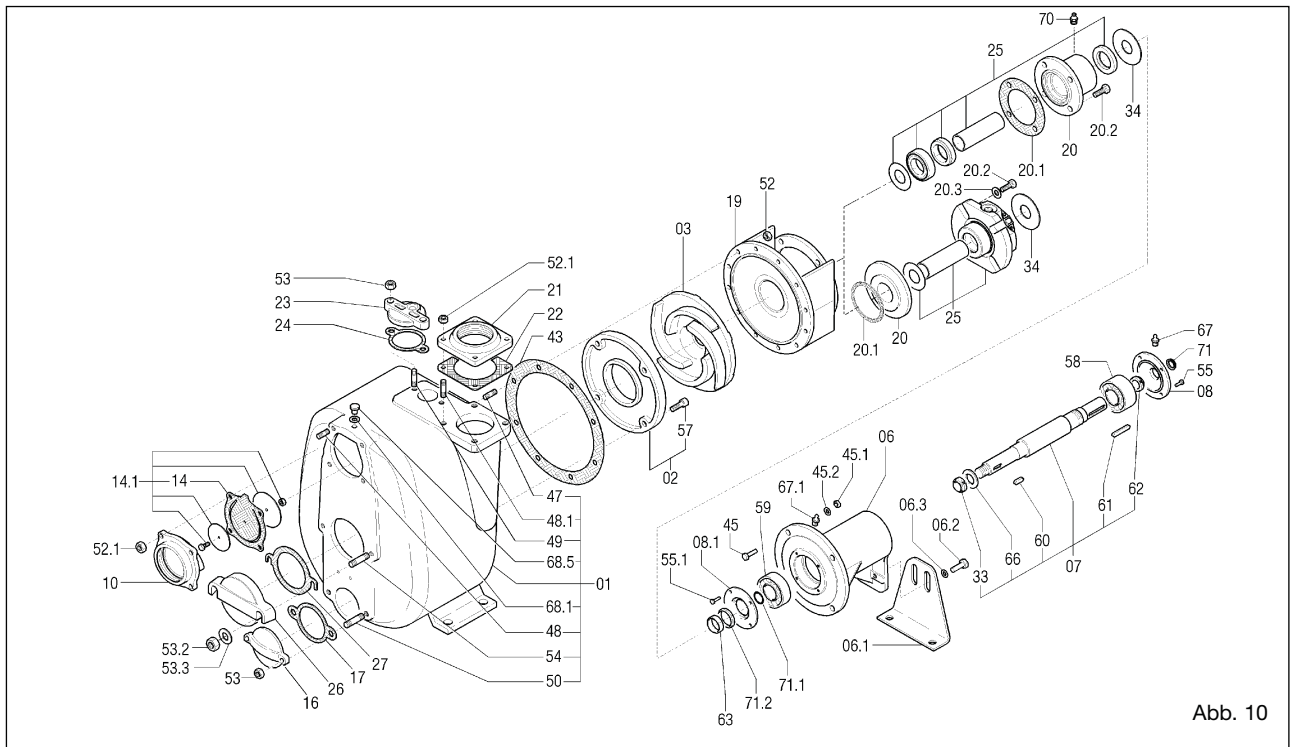

Abb. 10
Die Ansaugleitung muss einen Durchmesser aufweisen, der dem Durchmesser des Ansaugstutzens der Pumpe entspricht (für größere Durchmesser Varisco konsultieren). Falls möglich Kurven, Kniestücke oder Drosselungen vermeiden, die den Zufluss der Flüssigkeit zur Pumpe behindern können. kein Bodenventil montieren: Die Pumpe weist ein integriertes Rückschlagventil (14) (Abb. 10) auf. Die Pumpe so nahe wie möglich an der zu pumpenden Flüssigkeit installieren und wo möglich versuchen, die Länge der Ansaugleitung zu reduzieren. Die Anschlüsse der Ansaugleitungen müssen vollkommen luftdicht sein. Die Gewinde, die Dichtung der Flansche, die Schnellkupplungen usw. kontrollieren.
Hier ein Beispiel einer Explosionszeichnung (Abb. 10).
13.2 Ersetzung des Laufrades (Abb. 10)
- Die Muttern (52) lösen und den Pumpenkörper entfernen; dabei darauf achten, dass die Dichtung (43) nicht beschädigt wird.
- Das Laufrad (03) blockieren und die selbstblockierende Mutter (33) abschrauben.
- gegebenenfalls die Dichtung (43) ersetzen.
13.3 Ersetzung des Verschleißtellers (Abb. 10)
- Die Muttern (52) lösen und den Pumpenkörper entfernen; dabei darauf achten, dass die Dichtung (43) nicht beschädigt wird;
- Die Innensechskantschrauben (57) lösen
- Den Verschleißteller (02) ausbauen und ersetzen
- Gegebenenfalls die Dichtung (43) ersetzen
13.4 Ersetzung des Ventils (Abb. 10)
13.5 Ersetzung der Dichtung vom Typ 1 - 2 - 3 (Bezug Abb. 10,11 und 12)
- die Muttern (52) lösen und den Pumpenkörper entfernen; dabei darauf achten, dass die Dichtung (43) nicht beschädigt wird.
- das Laufrad (03) blockieren und die selbstblockierende Mutter (33) entfernen.
- die Motorhalterung (19) herausnehmen. Zusammen wird automatisch auch der rotierende Teil der Dichtung (40) herausgenommen, der auf dem Distanzstück (31) montiert ist
- den Gegenflansch (39) mit der entsprechenden Dichtung (38) von der Motorhalterung abnehmen
- die Ölwanne (41) abbauen
- die Dichtung (40) und das Distanzstück (31) einölen und die Dichtung auf einer Seite des Distanzstückes aufsetzen.
- den Halterungsring der Dichtung (25.1) einsetzen. Den letzteren vorschieben, bis die Feder (60) wieder angebracht werden kann.
- das Laufrad (03) und die Scheibe (66) wieder anbringen und die Mutter (33) anziehen;
- die Dichtung des Körpers (43) wieder anbringen und beide Teile einfetten.
13.6 Ersetzung der Dichtungen vom Typ 4 - 5 (Bezug Abb. 10, 13, 14, 15 und 16)
- Die Muttern (52) (Abb. 10) lösen und den Pumpenkörper entfernen; dabei darauf achten, dass die Dichtung (43) nicht beschädigt wird.
- Den Laufrad (03) blockieren und die selbstblockierende Mutter (33) abschrauben.
Dazu müssen die Abmessungen A und B der Abbildungen 17, 18, 20 und 21 möglichst gleich sein. Dazu werden die Kompensationsringe (25.2) (Abb. 11) verwendet, die mit der Ersatzdichtung geliefert werden. Diese Ringe dienen dazu, das Laufrad nach vorne zu schieben, wenn er sich zu weit vom vorderen Verschleißteller entfernt oder zu nahe am hinteren (falls vorgesehen) befindet. Die Kompensationsringe werden zwischen den Halterungsringen der Dichtung (25.1) (Abb. 11) und das Laufrad montiert. Weitere Anpassungen können mit den Dichtungen zwischen Körper und hinterem Teller vorgenommen werden. Das Zwischenlegen der Dichtung (43) (Abb. 10) mit einer Stärke von 0,5 mm bewirkt den erforderlichen Abstand (Abb. 19).
13.8 Wartung der Lager (Abb. 10)